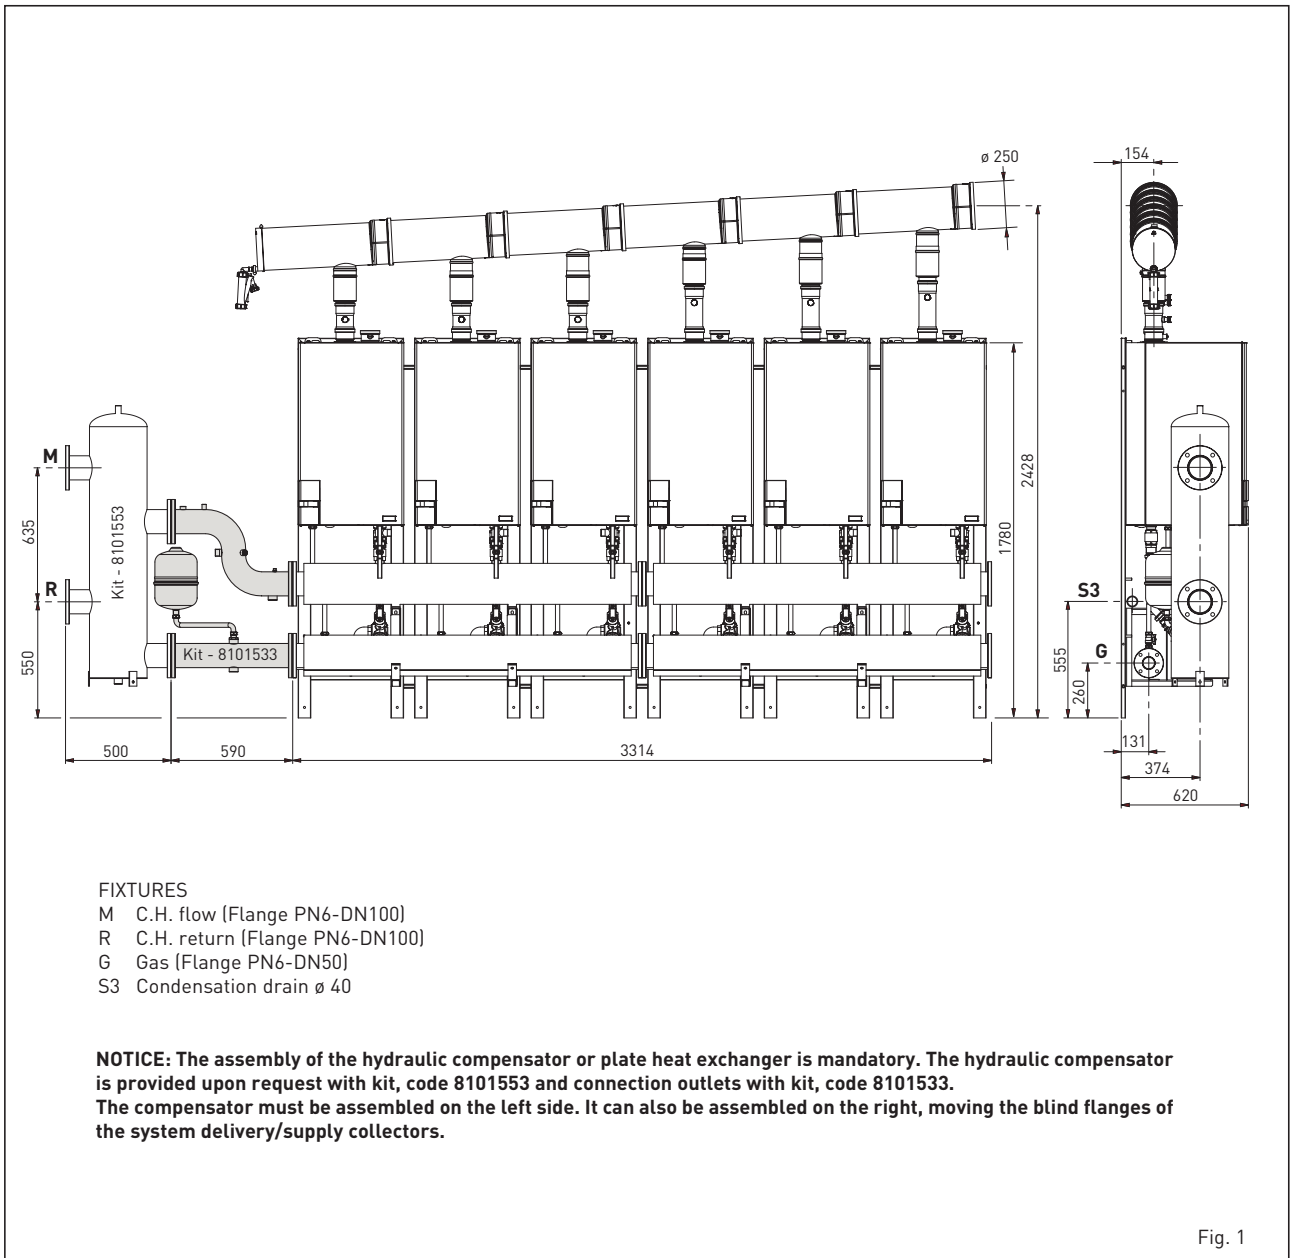

Fig. 1
- 1 Ensamble la unidad de descarga de humos. Para facilitar el acoplamiento de los elementos que componen la unidad, aplique en las juntas de retención el contenido del tubito que se le ha suministrado. Monte la unidad de descarga de humos ensamblada. La unidad de descarga de humos puede ponerse en el lado izquierdo girando 180° el colector ensamblado. En este caso, mantenga la inclinación del colector indicada en las dimensiones globales (fig. 1) para descargar la condensación.
1.2 DIMENSIONS AND FITTINGS (Fig. 1)